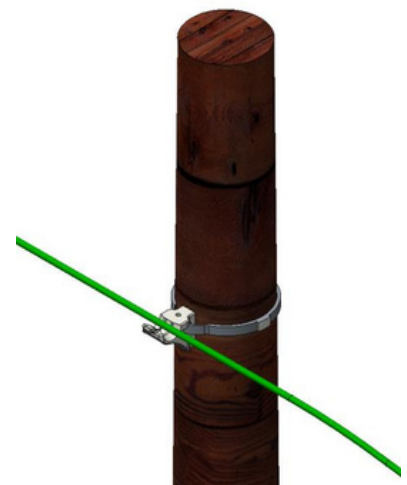

Imagen 1.- Tendido de cable
- Tendido del cable: Su cavidad es de gran ayuda para tender el cable de la línea, para esto retire momentáneamente los insertos y tire del cable para presentarlo en los postes para después ir tensionando definitivamente. No olvide colocar los insertos y apretar como en la imagen 1.